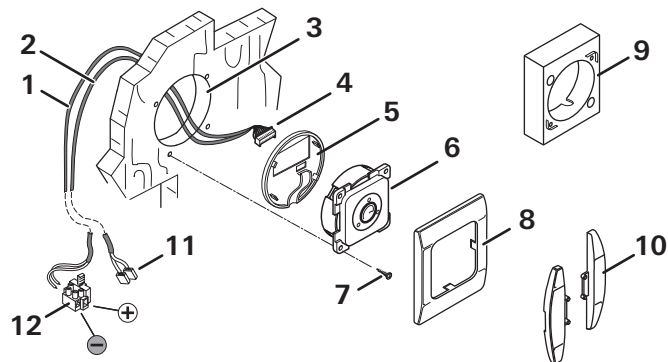

Fig. 3
- ▶ Prévoir une place appropriée pour la pièce de commande (Fig. 3) à un endroit bien visible.